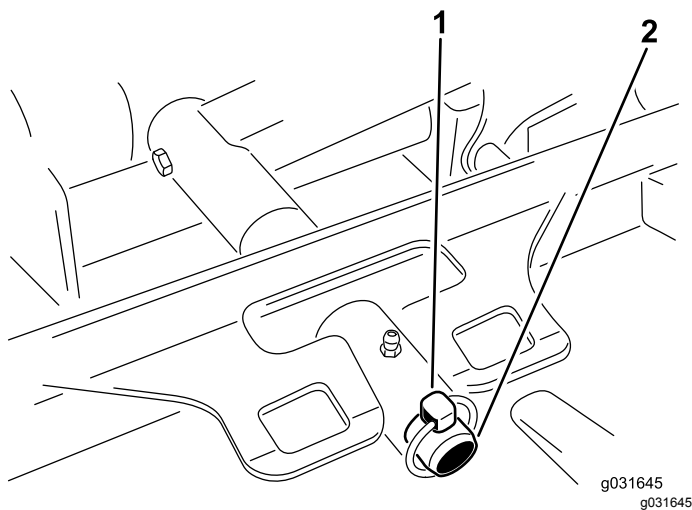

Bild 66
3. Entfernen Sie den Klappstecker oder die Befestigungsmutter, mit der der Mähwerkträgerrahmen am Hubarm-Lagerbolzen befestigt ist (Bild 66).
3. Schieben Sie den Mähwerkträgerrahmen auf den Lagerbolzen des Hubarms und befestigen ihn mit dem Klappstecker oder der Befestigungsmutter (Bild 66).